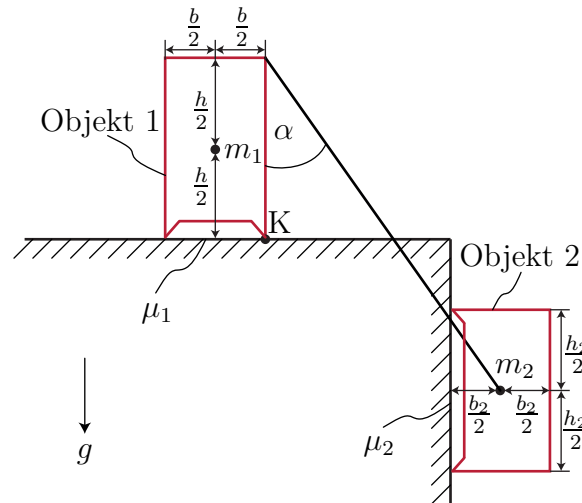

Abbildung 1: Abhang.
1. Betrachtet wird die in Abbildung 1 gezeigte Anordnung bei welcher das Objekt 1 auf einer horizontalen Ebene steht und über ein masseloses Seil (Winkel  $\alpha$ ) mit Objekt 2 am Abhang (vertikale Wand) verbunden ist. Das obere Objekt 1 hat eine Masse  $m_1$ , die Höhe  $h$  und die Breite  $b$ , und Objekt 2 besitzt die Masse  $m_2$ . Beide Objekte weisen eine homogene Dichteverteilung auf. Zwischen der horizontalen Oberfläche und Objekt 1 herrscht Haftreibung mit dem Koeffizienten  $\mu_1$ . Zwischen dem Abhang und Objekt 2 herrscht keine Reibung ( $\mu_2 = 0$ ).